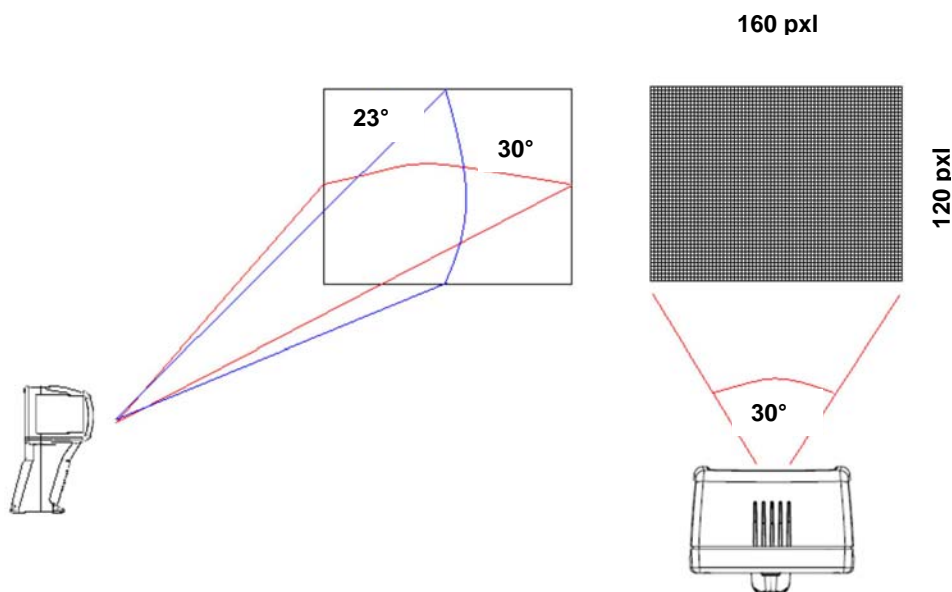

Fig. 71: Rappresentazione del campo visivo (FOV) dello strumento
4. Per misure accurate di temperatura assicurarsi che la superficie dell'oggetto in prova sia sempre maggiore della superficie effettivamente misurabile dallo strumento espressa dal suo campo visivo (FOV = Field Of View). Lo strumento ha un campo visivo pari a 30° x 23° e un vettore di rilevazione di 160x120 (19200) pxl (vedere Fig. 71)